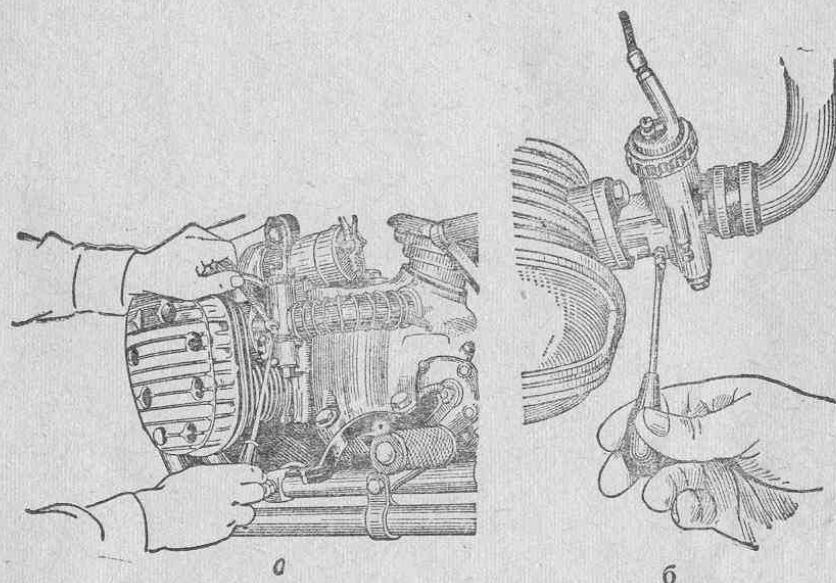

Рис. 68. Регулировка карбюратора:
2) регулировать поочередно каждый цилиндр; для этого на одном из них снять колпачок со свечи и замкнуть его любым способом на массу, выключив таким образом этот цилиндр. На работающем цилиндре отпустить контргайку и ввернуть наклонный винт упора дросселя (рис. 68, а);
3) отпустить контргайку винта холостого хода; вращая этот винт, добиться максимального числа оборотов двигателя при данном положении дроссельного золотника (рис. 68, б);